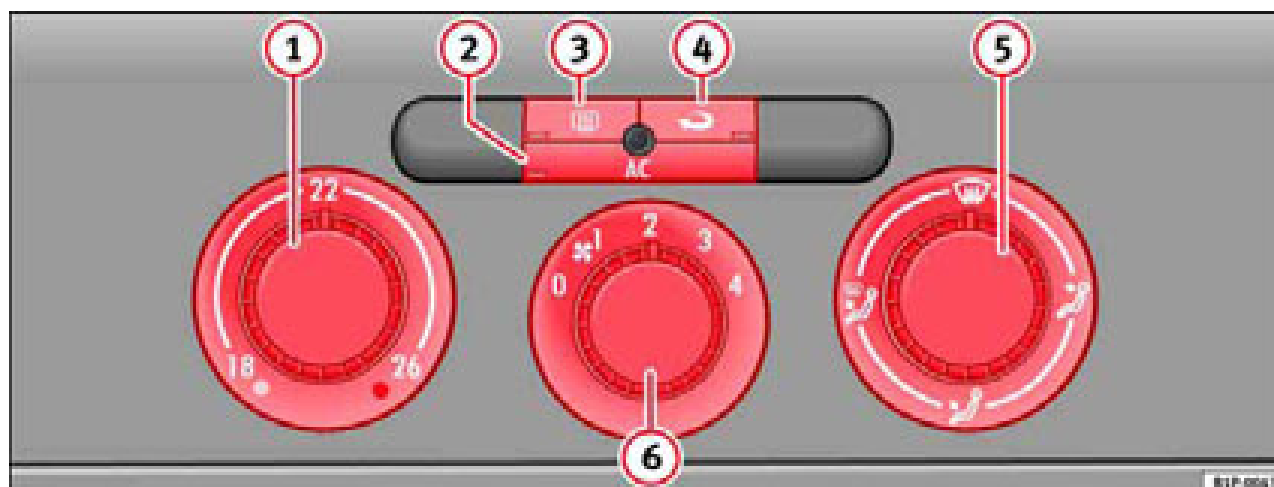

Fig. 106 Mandos del Climatic en el tablero de instrumentos
- Gire el regulador de la temperatura ⇒ fig. 106 (1) hacia la derecha hasta alcanzar el grado de calefacción deseado.